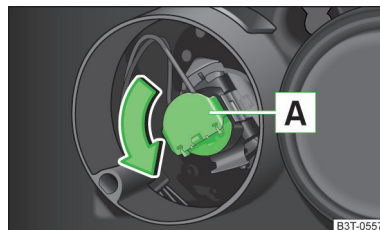

Fig. 202
- Girar el conector con la bombilla A » fig. 202 hasta el tope en dirección de la flecha.